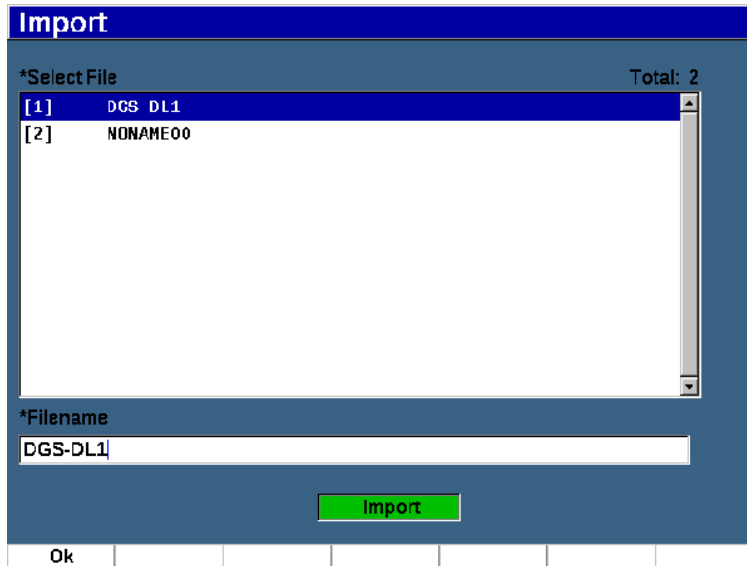

Figura 10-20 Pagina Importa
1. Selezionare **Importa** (Import), (tasto P3) per visualizzare la pagina **Importa** (vedere Figura 10-20 a pagina 243).